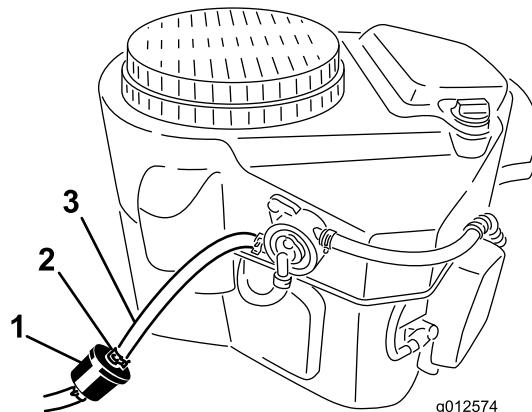

図 52
2. 燃料タンクにごみが入るのを防止するために、キャップ（図 52）の周囲をきれいに拭く。
4. 古いフィルタのクランプをゆるめて脇に寄せる（図 52）。